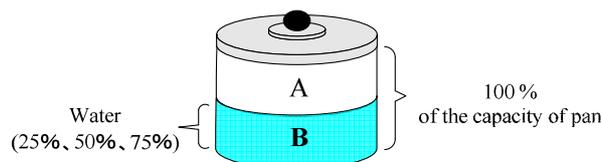

図1 鍋側面の測定点
- (1) 鍋に水を入れて蓋をする。
- (2) HIOKI社製メモリハイログガー“8430”にK型熱電対を接続して水の初期温度を測定する。
- (3) 加熱コイルの中心に鍋を置き、火力を最大(1400W)に設定して鍋を加熱する。
- (4) 水温が90℃になるまでの加熱時間を測定すると同時に図1に示す鍋側面のAとBの温度を日本アビオニクス社製サーモグラフ“TVS-2000Mk II”を使用して観測する。
- (1) 12～16cm φの鍋は、水量を増大させると鍋側面の温度差(図1中のA-B間)が少なくなり加熱効率が向上する。
- (2) 18cm φと20cm φの鍋は、鍋容量の25%と50%の水量の場合、鍋側面の温度差(図1中のA-B間)が少なくなり加熱効率が向上する。